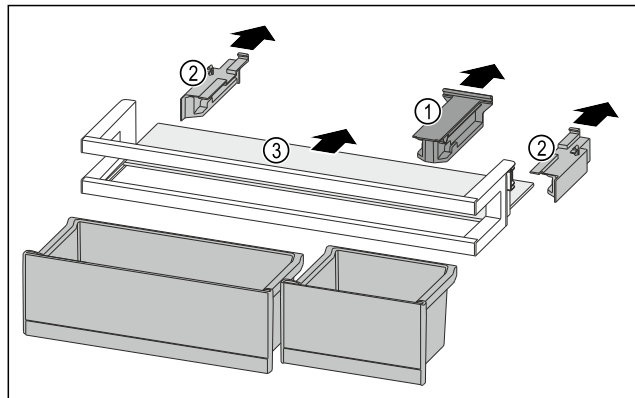

Fig. 236
- ▶ Halteteil Fig. 236 (1) abziehen.
- ▶ Seitenteile Fig. 236 (2) abziehen.
- ▶ Abstellfläche Fig. 236 (3) entnehmen.